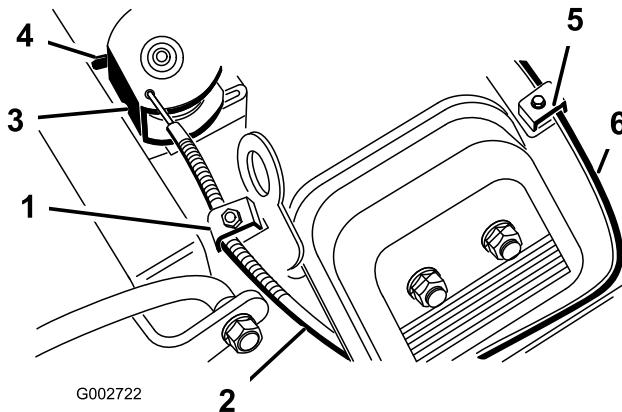

Bild 38
4. Ziehen Sie fest am Bowdenzug, bis die Rückseite der Schwenkplatte den Anschlag berührt (Bild 38).
2. Lockern Sie die Klemmschraube des Bowdenzugs, mit der dieser am Motor befestigt ist (Bild 38).
2. Lockern Sie die Klemmschraube des Chokezugs, mit der dieser am Motor befestigt ist (Bild 38).
4. Ziehen Sie fest am Chokezug (Bild 38), bis die Choke-Drosselklappe ganz geschlossen ist; ziehen Sie dann die Klemmschraube des Chokezugs fest.